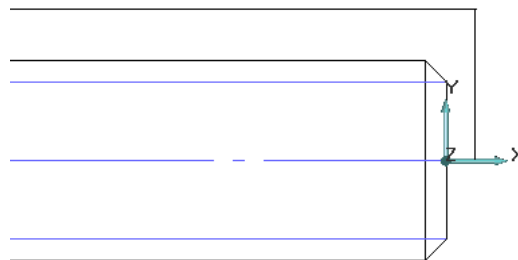

Рисунок 3.2 – Відносна система координат
- для переміщення початку системи координат позиціонуйте курсор в потрібному місці і натисніть клавішу <O> на клавіатурі (рис. 3.2).